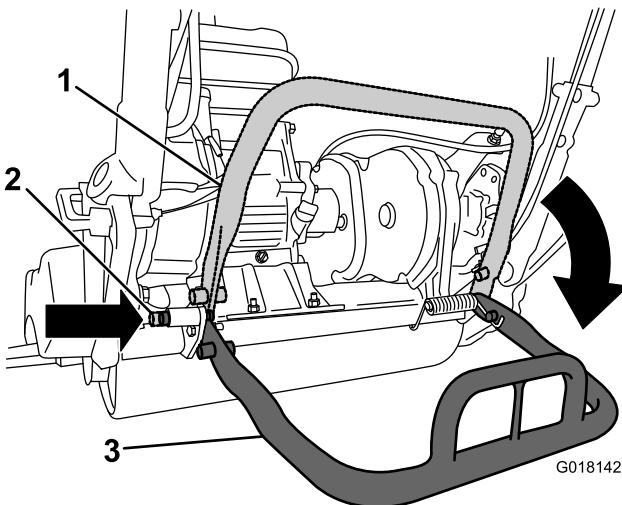

Figura 3
- Baixe o suporte e empurre o pino de bloqueio para bloquear o suporte na posição de serviço (Figura 3). Deixe que a máquina assente sobre o pino de bloqueio.